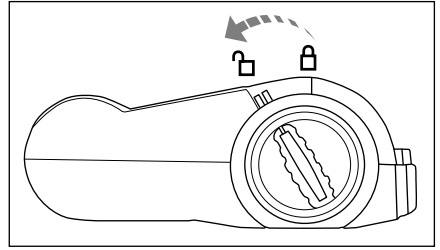

Fig. 7
- 2) Lås børsterullen 18 op ved at skubbe oplåsningen til børsterullen 17 i retning af symbolet  (åbn) (fig. 7).